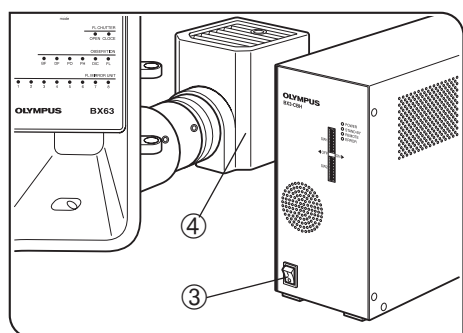

Рис. 2
4. Чтобы избежать опасности удара током и ожогов при замене галогенной лампы, установите главный выключатель ③ в положение «**○**» (Выкл.) и дайте корпусу лампы ④ и лампе остыть, прежде чем прикасаться к ним (рис. 2).